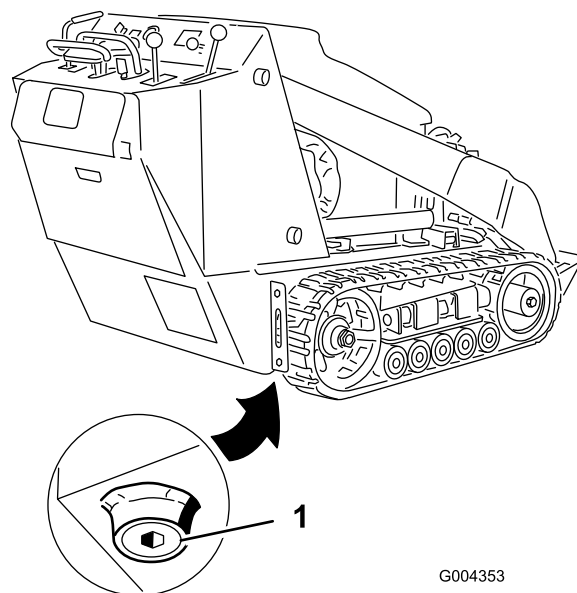

Figura 28
4. Retire el tapón de vaciado (Figura 28).